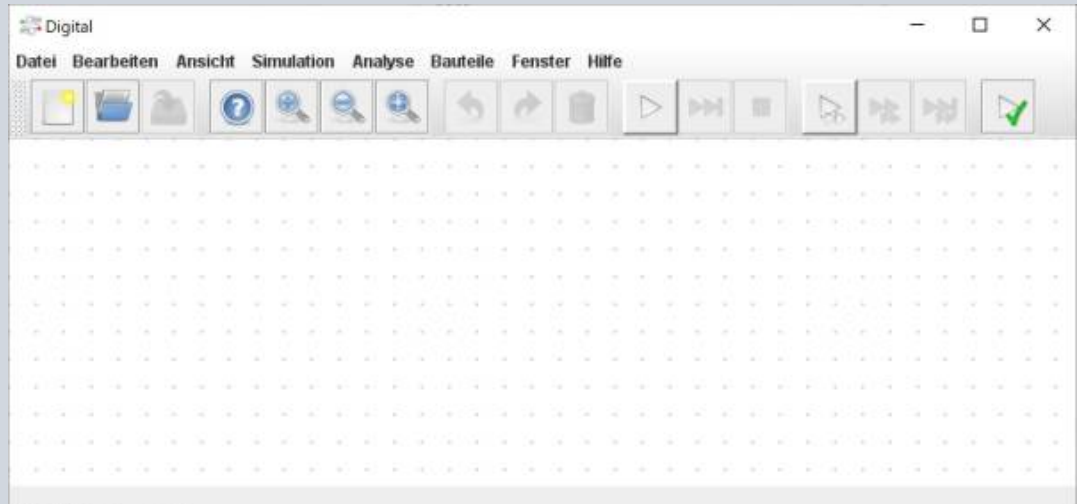

Fig. 1: Elemente des Programms Digital
2. Sie sollten nun eine "leere Schaltung" in Digital sehen (siehe figure 1).